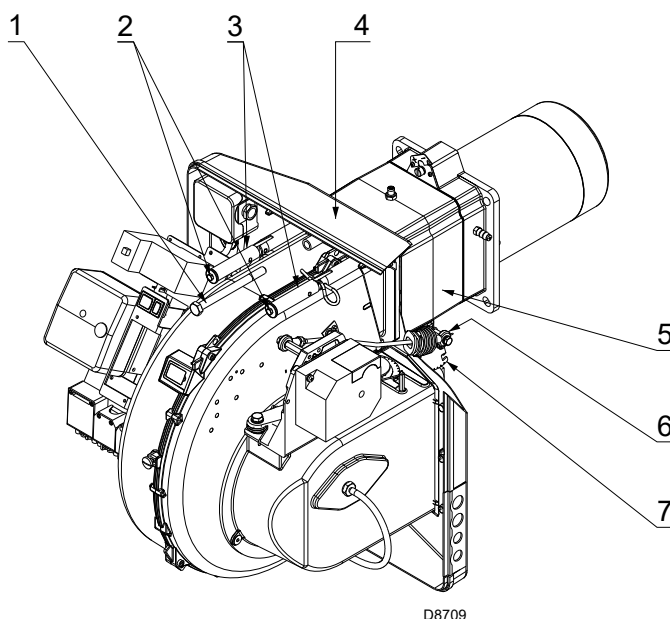

Fig. 15
Terminada a regulação do cabeçal de combustão (Fig. 15):
- montar novamente o queimador 4) sobre as guias 3) a cerca 100 mm da mangueira 5) - queimador na posição ilustrada na Fig. 15;
- inserir o cabo da sonda e o cabo do eléctrodo, então fazer deslizar o queimador até a mangueira, queimador na posição ilustrada na Fig. 15;